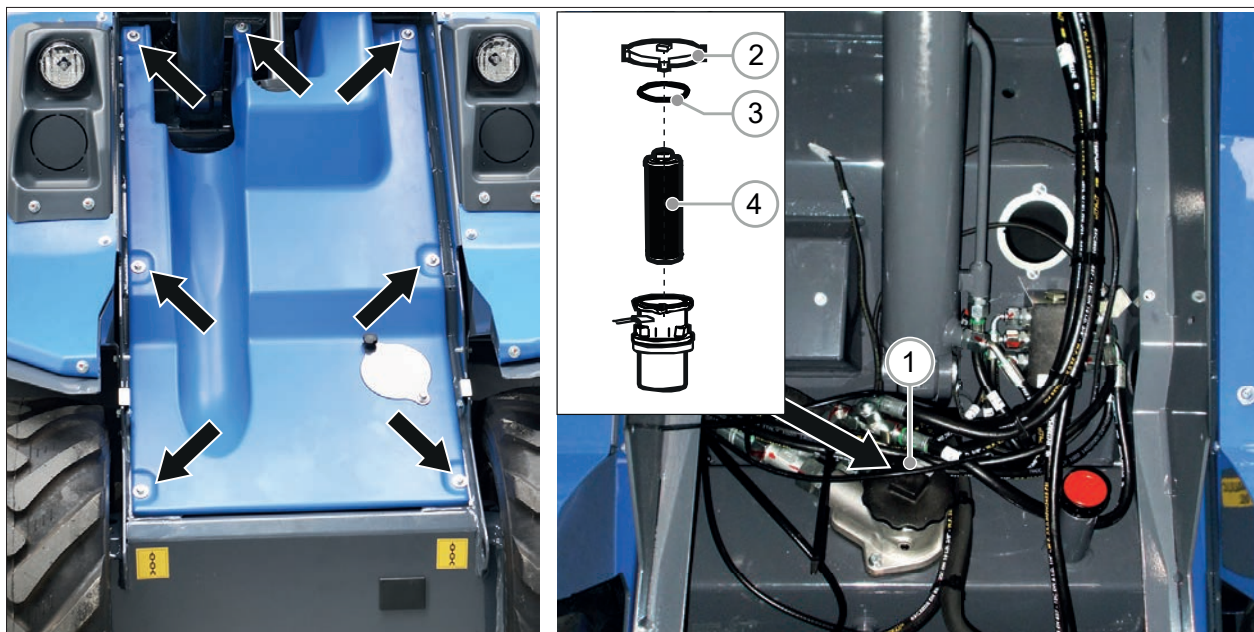

РИС. 50
- 3) Снимите переднюю панель, ослабив винты, которые крепят ее к раме (см. РИС. 50).
- 4) Снимите крышку фильтра, повернув ее. Для ослабления крышки может потребоваться гаечный ключ (РИС. 50 - Сс. 1).
- 5) Извлеките фильтрующий элемент (РИС. 50 - Сс. 4).
- 7) Осмотрите уплотнительное кольцо крышки фильтра на наличие следов износа или повреждений. Это уплотнительное кольцо (РИС. 50 - Сс. 3) расположено в канавке в верхней части корпуса фильтра. Замените уплотнительное кольцо в случае износа или повреждения.
- 8) Установите на место крышку фильтра (РИС. 50 - Сс. 2) и закрепите ее.